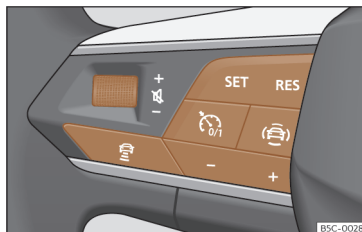

Fig. 171 No volante multifunções: botões para utilizar o ACC
O seu veículo dispõe de ACC se dispõe do menu de configuração no sistema Infotainment»»» Página 98, e se dispõe dos botões próprios da função ACC no volante multifunções»»» Fig. 171.
- Para começar a regulação pressione o botão **SET** >>> **Fig. 171**.
Para programar a velocidade pressione os botões + ou - >>> **Fig. 171** até à velocidade pretendida. O ajuste de velocidade realiza-se em intervalos de 10 km/h (5 mph).
- Pressione o botão  e, em seguida, o botão + ou - >>> **Fig. 171**.